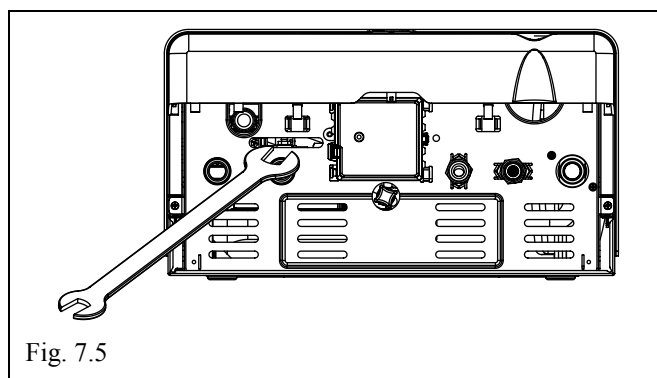

Fig. 7.5
- allentare la valvola di scarico caldaia (D - Fig. 7.3) attraverso l'apertura posta sul fondo della caldaia (Fig. 7.5);